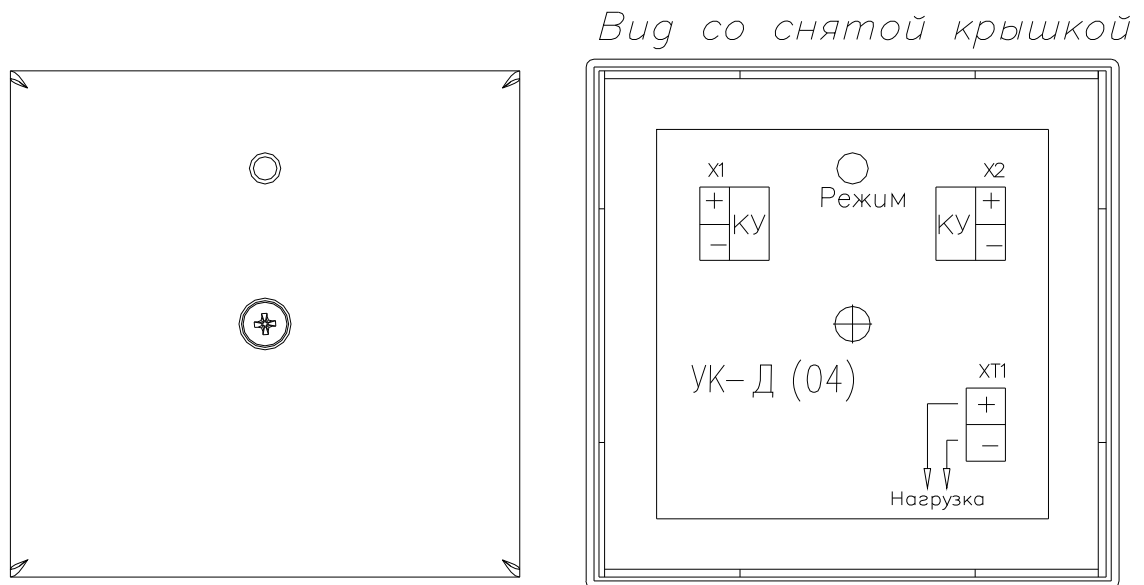

Рис.1 Внешний вид устройства
4.1 Внешний вид устройства представлен на рис.1.